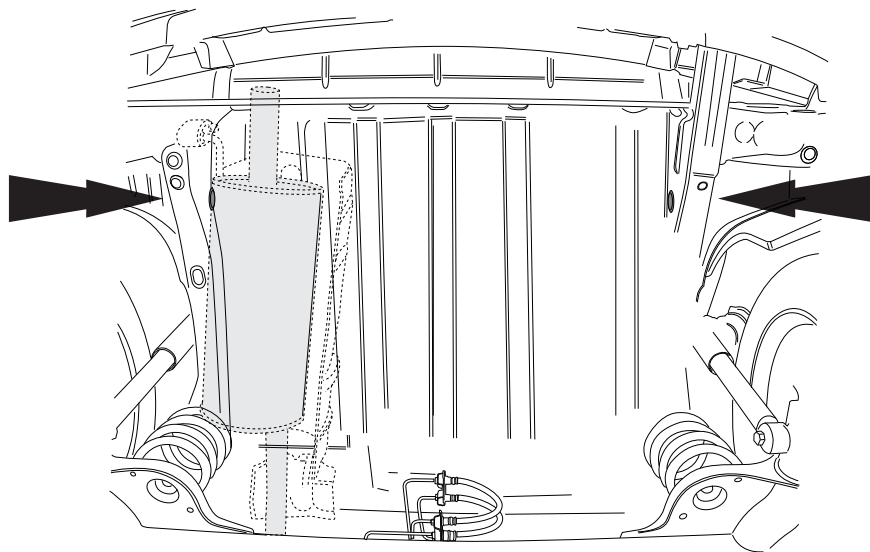

Fig. 4
7. Удалить уплотнение, как указано. См рис. 4.